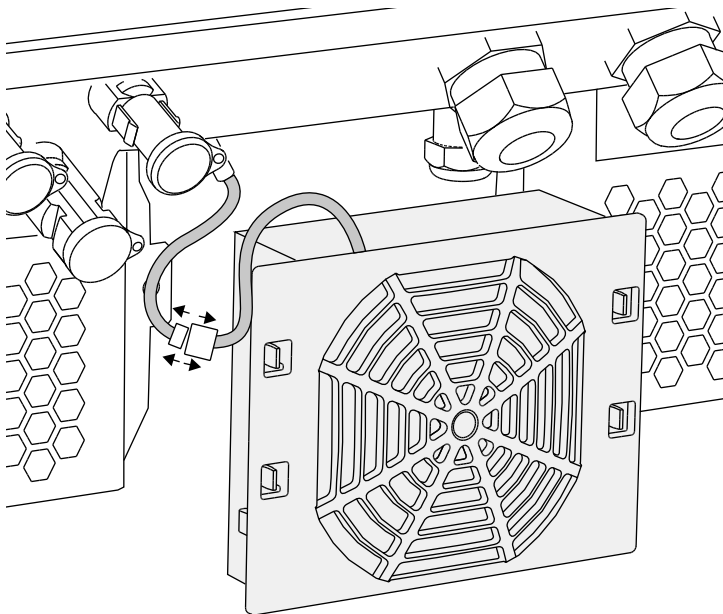

Fig. 62: Remova o cabo do ventilador
4. Retire completamente a unidade de ventilação da caixa. Para isso, desligue o conector do cabo do ventilador.  **Fig. 62**